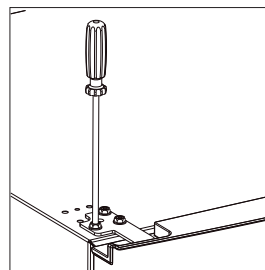

Fig. 15
- ▶ No apriete los tornillos del todo para poder nivelar la puerta del congelador (7). Apriete los tornillos firmemente solo cuando se constate el cierre uniforme de la puerta del congelador (7).
- ▶ Coloque una arandela en la espiga de la bisagra central y sitúe la puerta del frigorífico (2) sobre la espiga de la bisagra.
- ▶ Encaje ahora la puerta del congelador (2) en la bisagra central (6) situando el hueco de la parte inferior de la puerta del frigorífico (2) sobre la espiga.
- ▶ Fije también la bisagra superior con los tornillos de sujeción (fig. 15).